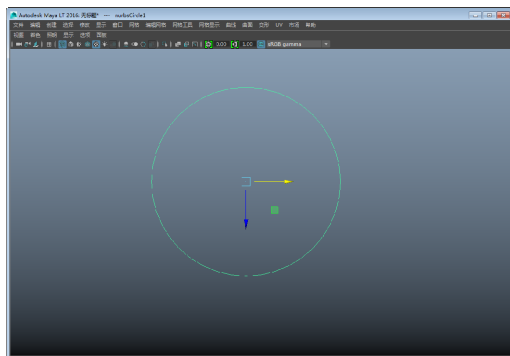

图 3-112 绘制圆
- 1 新建一个场景文件。单击工具架上的【曲线/曲面】标签，切换到该选项卡中，单击其中的【NURBS 圆形】按钮，在视图中心位置绘制一个 NURBS 圆，如图 3-112 所示。